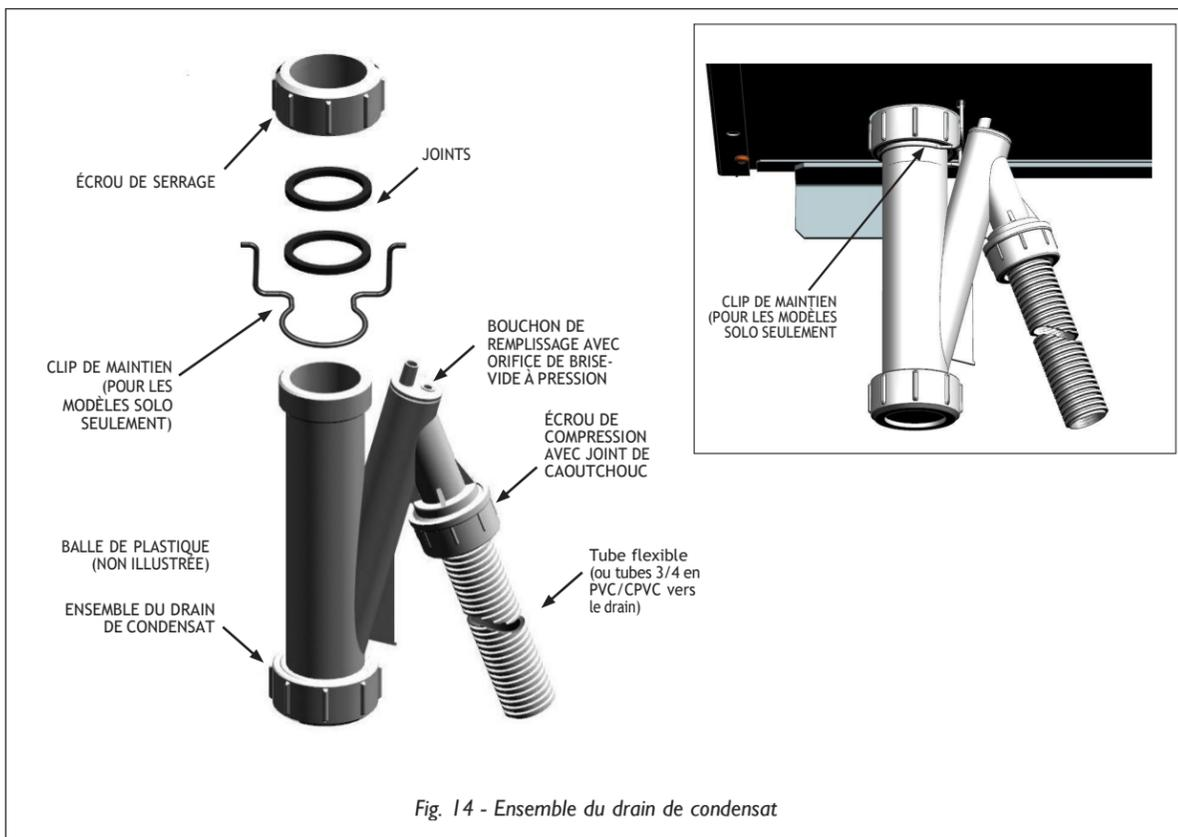

Fig. 14 - Ensemble du drain de condensat
1. Localisez l'ensemble du drain de condensat et assurez-vous que les joints sont installés comme illustré à la Fig. 14 en page 28.